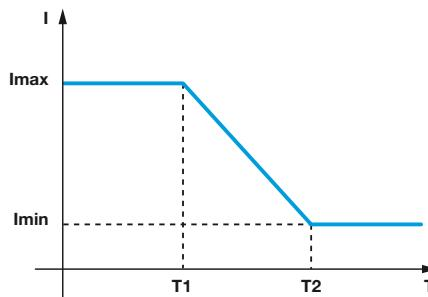
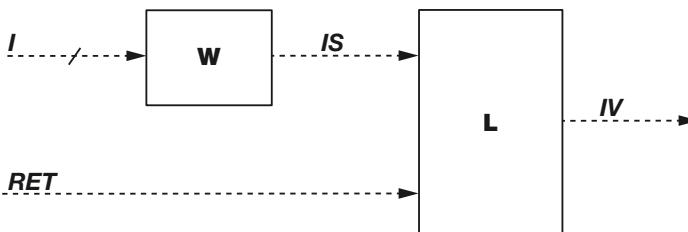

Fig. 2 - Fig. 2 - Abb. 2 Controllo proporzionale della velocità della ventola
Fig. 3 - Fig. 3 - Abb. 3
La logica di generazione di **IV** è illustrata in **Fig. 2** e **Fig. 3**.
A ogni temperatura (**T**) acquisita viene associata una corrente di pilotaggio (**I**), in base alla curva di **Fig. 2**: al di sotto della soglia minima **T1** la valvola è pilotata con il massimo della corrente (**IMAX**), a cui corrisponde, in virtù della configurazione circuitale in bypass, la velocità di rotazione minima della ventola; analogamente, al di sopra della soglia massima **T2** si ha la corrente minima (**IMIN**), corrispondente alla velocità massima della ventola; nell'intervallo di temperatura compreso tra **T1** e **T2** la corrente di pilotaggio varia linearmente tra **IMAX** e **IMIN**.
*The **IV** generation logic is shown in **Fig. 2** and **Fig. 3**.*
*A piloting current (**I**) is associated with each temperature (**T**) on the basis of the curve **Fig. 2**: below the minimum threshold **T1** the valve is piloted with the maximum current (**IMAX**), which, on the basis of the bypass circuit configuration, corresponds to the minimum rotation speed of the fan; in the same way, above the maximum threshold **T2** the minimum current (**IMIN**) is used, corresponding to the maximum speed of the fan; in the temperature interval between **T1** and **T2** the current piloting varies linearly between **IMAX** and **IMIN**.*
Die **IV**-Steuerungslogik ist abgebildet in **Abb. 2** und **3**.
Jeder abgelesenen Temperatur **T** wird eine Steuerungsspannung (**I**) zugeordnet; auf der Grundlage der Kurve **lt. Abb. 2**: wird das Ventil unterhalb der min. Schwelle **T1** mit dem max. Strom (**IMAX**) angesteuert. Dieser Strom erzeugt auf Grund der Bypass-Konfiguration die min. Lüftergeschwindigkeit; analog wird oberhalb der max. **T2**-Schwelle der min. Strom (**IMIN**) entsprechend der max. Geschwindigkeit des Lüfters erzeugt; in dem Temperaturintervall zwischen **T1** und **T2** variiert der Steuerstrom für das Proportionalventil linear zwischen **IMAX** und **IMIN**.